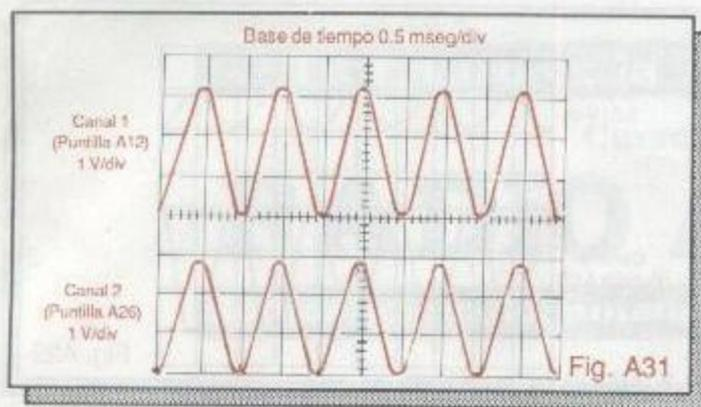

Fig. A31
Paso 6. Conecte ahora el canal 2 del osciloscopio a la puntilla A26 y el canal 1 a la puntilla A12. Calibre la atenuación vertical de ambos canales en $1\ \text{V/div}$. Deberá observar una onda seno de cierta amplitud. Si la compara con la señal de entrada aplicada a la puntilla A12, notará que las dos señales están en fase y tienen amplitudes similares (figura A31).